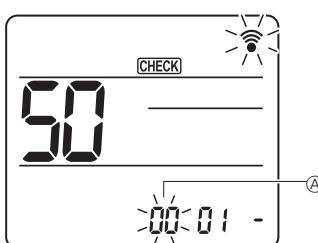
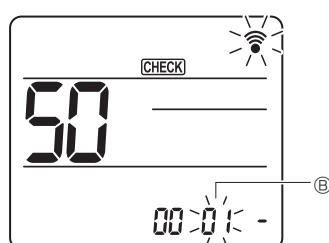

Fig. 6-17
Fig. 6-18
② Definir o número da unidade
- Prima o botão **\downarrow** para definir o número da unidade **Ⓐ**. (Fig. 6-17)
③ Selecione um modo
- Prima o botão **\downarrow** para definir o número do modo **Ⓑ**. (Fig. 6-18)